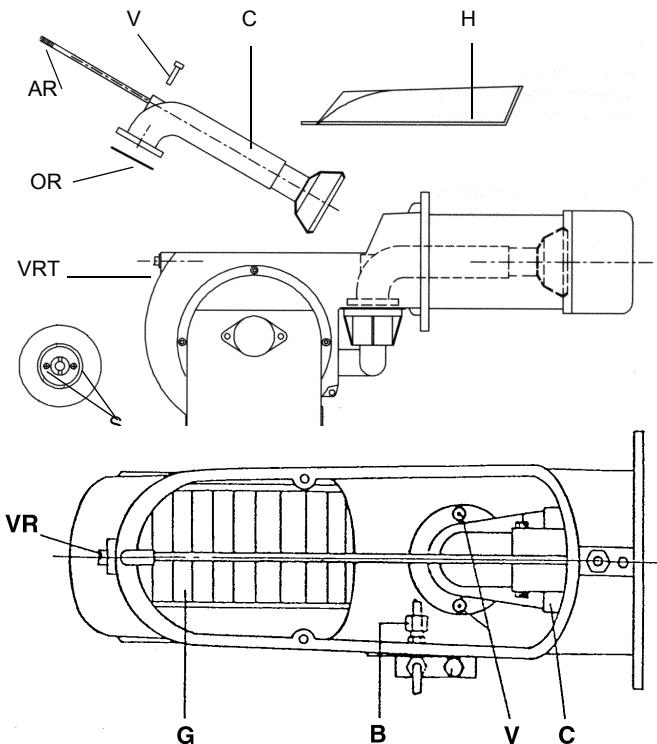

Рис. 11
- Открутить винты V, которые блокируют коллектор газа C, расслабить две соединительные детали B на Рис. 11, и вынуть весь узел в комплекте, как это указано на Рис. 10.